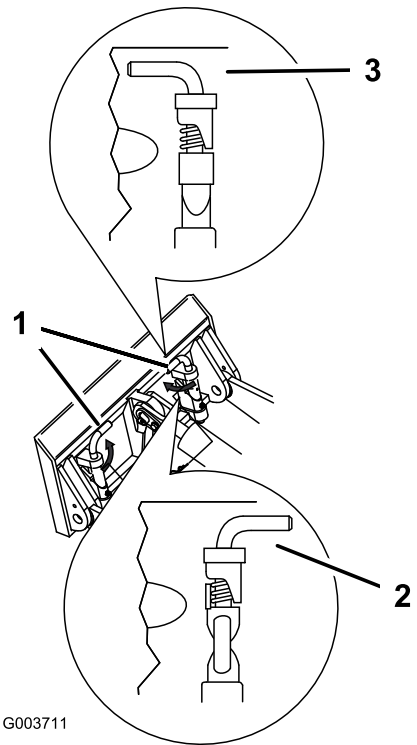

Figure 5
7. Engagez complètement les goupilles à fixation rapide dans la plaque de montage (Figure 5).